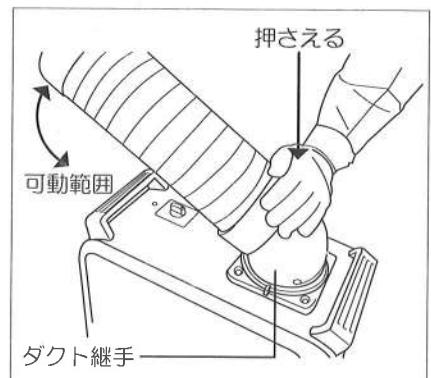

図5
②ダクト継手を手で押さえ、冷風吹き出しダクトを静かに可動範囲内で任意の上下位置に合わせます。(図5参照)